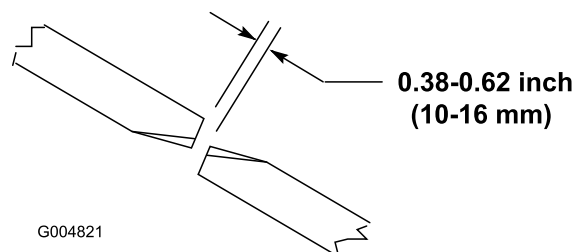

Figura 24
Para garantir o correcto funcionamento da unidade de corte, tem que haver uma folga de 10 a 16 mm entre as extremidades das lâminas das unidades de corte lateral e central (Figura 24).
2. Rode a lâmina central e a lateral adjacente de forma a que as suas extremidades fiquem alinhadas. Meça a distância entre as extremidades das lâminas. A distância deve ser de aproximadamente 10 a 16 mm (Figura 24).